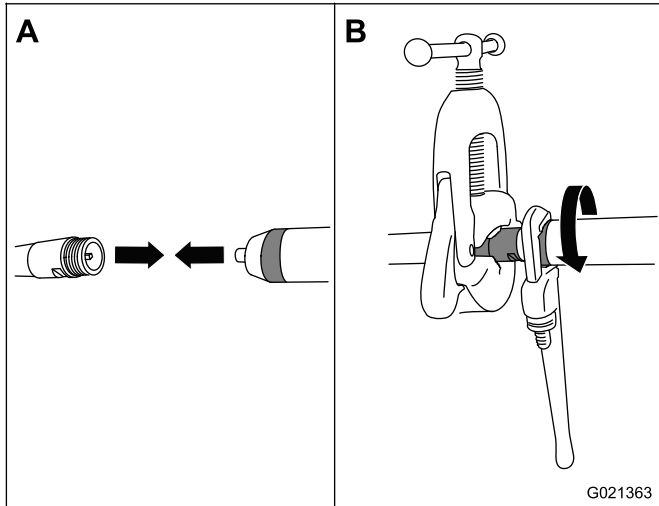

Figura 5
1. Sujete el extremo roscado del eje en una mordaza de banco y aplique sellador de roscas en las roscas del eje para evitar que entre agua en la aguja (Figura 5).